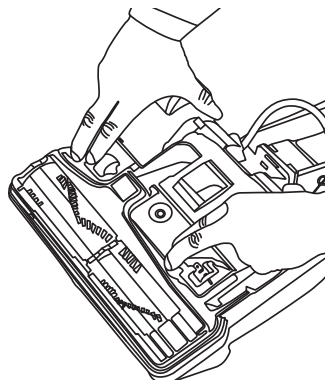

Fig. 11
2. Presione las dos lengüetas de sujeción hacia adentro (Fig. 11) para liberar la placa inferior. Retire la placa inferior.